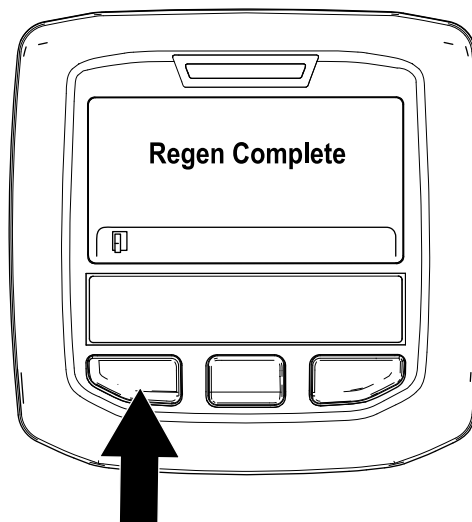

Bild 41
- Die geparkte Regenerierung ist abgeschlossen, wenn die Meldung „Regen. Complete“ im InfoCenter angezeigt wird. Drücken Sie die linke Taste, um den Homebildschirm anzuzeigen (Bild 41).